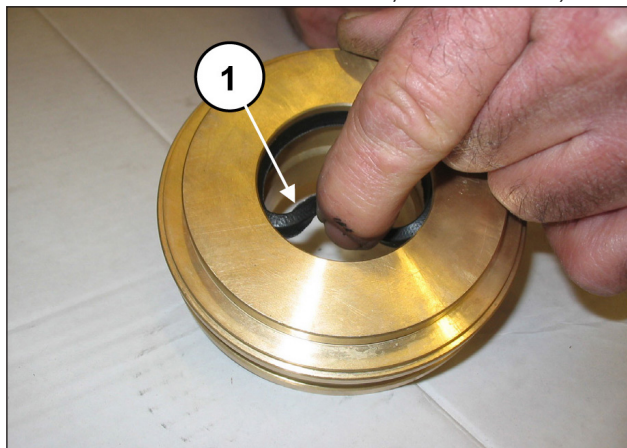

Fig. 124
Introducir la junta de baja presión en el soporte de la junta (pos. ①, Fig. 124) controlando el sentido de montaje (el labio de retención debe estar hacia adelante, hacia el cabezal).